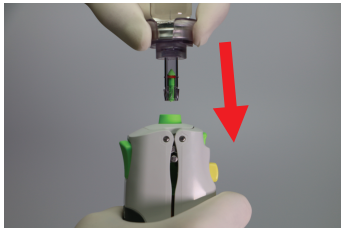

figure 9
- a) Insérez l'ensemble seringue-flacon dans le logement interne du marteau de l'injecteur chargé jusqu'à ce qu'il s'emboîte (vous entendrez un clic), comme illustré en figure 9.